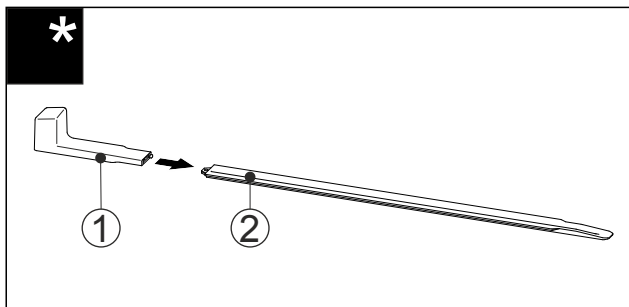

Fig. 63
- Dugja rá a szerelőfogantyút Fig. 63 (1) a szintezősínre Fig. 63 (2).